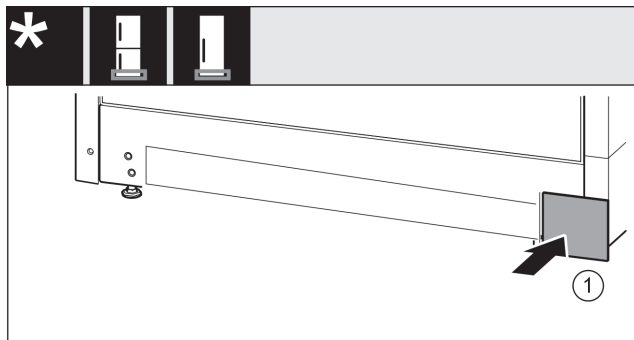

Fig. 26
- ▶ Sæt afdækningen på den anden side igen. Fig. 26 (1)